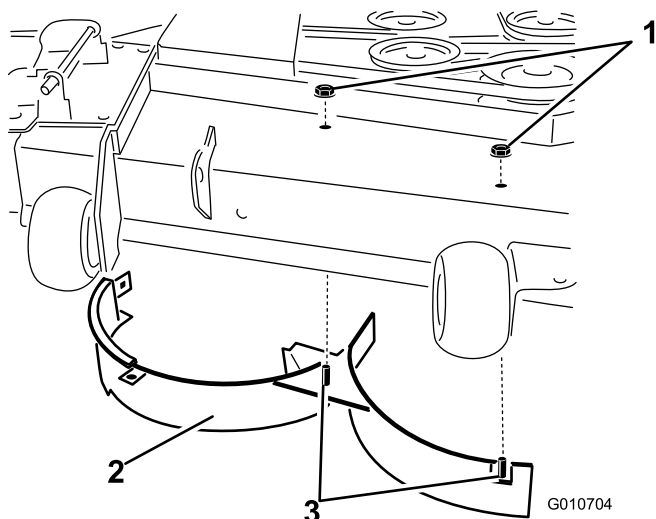

Figura 38
11. Retire las dos contratuercas (5/16 pulgada) que sujetan las clavijas soldadas del deflector derecho a la parte superior de la carcasa de corte en las posiciones centro y centro derecha (Figura 38).
12. Retire el perno de cuello cuadrado y la contratuerca que sujetan el deflector derecho a la parte superior de la carcasa de corte. Retire el deflector derecho de la carcasa de corte (Figura 38).